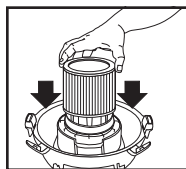

FIGURE 19
39. Alors que le couvercle du réservoir est renversé, glissez la cartouche filtrante vers le bas, sur le support de couvercle, et poussez jusqu'à ce que les joints du filtre reposent contre couvercle. **FIGURE 19.**